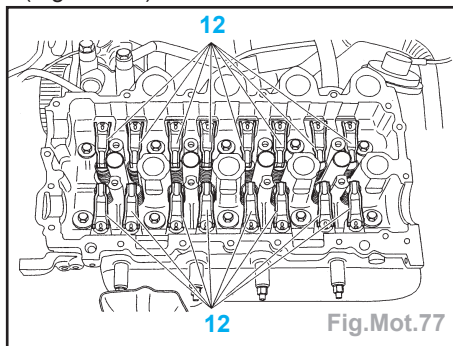

Fig.Mot.77
- le joint à lèvres (11),
- les chapeaux de paliers d'arbre à cames (9),
- le tendeur de chaîne (7),
- les arbres à cames (8) et (10).
- Repérer la position des linguets à rouleaux (12) et des poussoirs de soupapes (Fig.Mot.77).